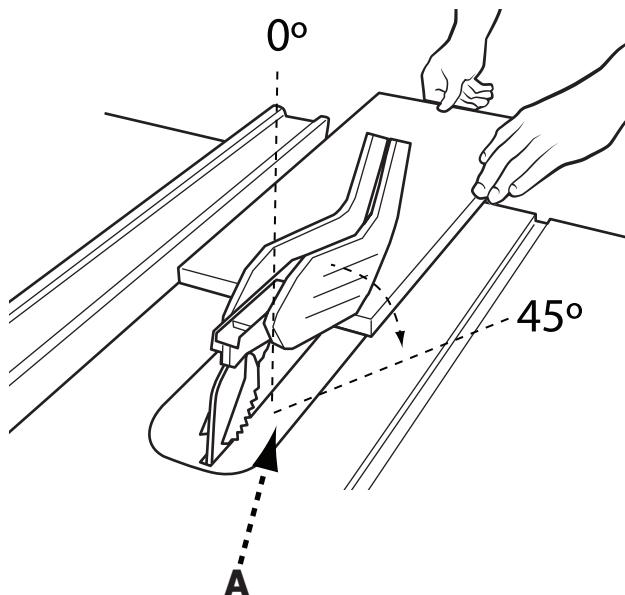

FIGURE 24
Les coupes longitudinales en biseau sont pareilles aux coupes longitudinales sauf que l'angle de biseau (A) est réglé à un angle autre que 0°. Lors des coupes longitudinales en biseau, placez le guide sur le côté droit de la lame afin qu'elle soit inclinée de l'autre côté du guide et des mains (figure 24).